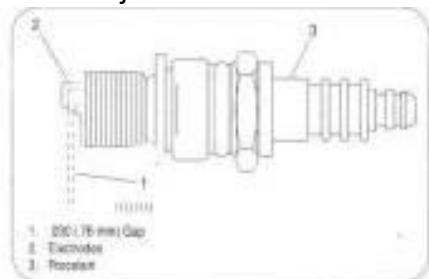

Bild 37
2. Ta loss tändstiftet med tändstiftsnyckeln (3) och inspektera det.
4. Kontrollera elektrodavståndet med ett bladmått och ställ in avståndet till 0,76 mm om det behövs. Se bild 37.